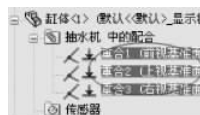

图 3-8 查看零件配合
(7) 在装配体的特征树中展开零件【缸体】的特征树,单击【抽水机 中的配合】前的图标 ,可以查看如图 3-8 所示的缸体零件在装配体环境中所添加的配合类型。